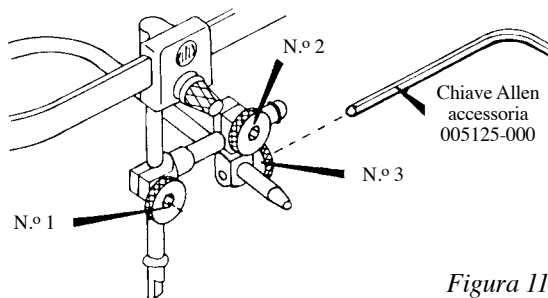

Figura 11
10. Poiché l'Arco-Spring può essere compromesso da un'inadeguata stretta delle Viti, Whip Mix offre un accessorio, chiave Allen N.º 005125-000, per conservare la loro integrità. Durante l'operazione di misurazione sul paziente o immediatamente dopo la rimozione dell'Arco dal paziente stesso, le Viti possono essere ulteriormente strette con l'apposita chiave. Stringere la testa ad incastro delle Viti in quest'ordine: N.º 1, N.º 2 e N.º 3, come illustrato in Figura 11.